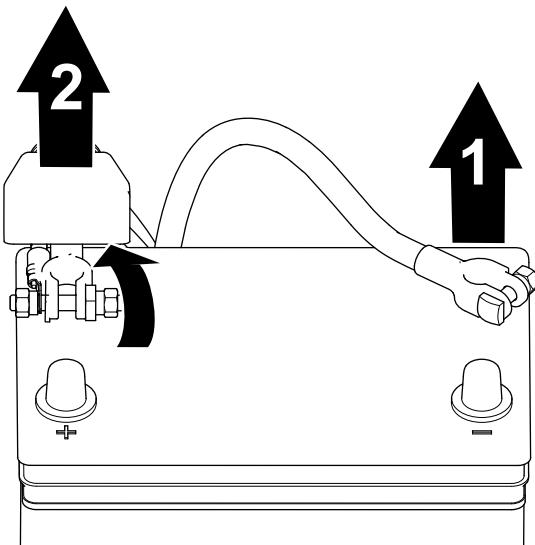

Figura 87
- Retire el cable negativo del borne de la batería (Figura 87).
- Levante el aislante y retire el cable positivo del borne de la batería (Figura 87).